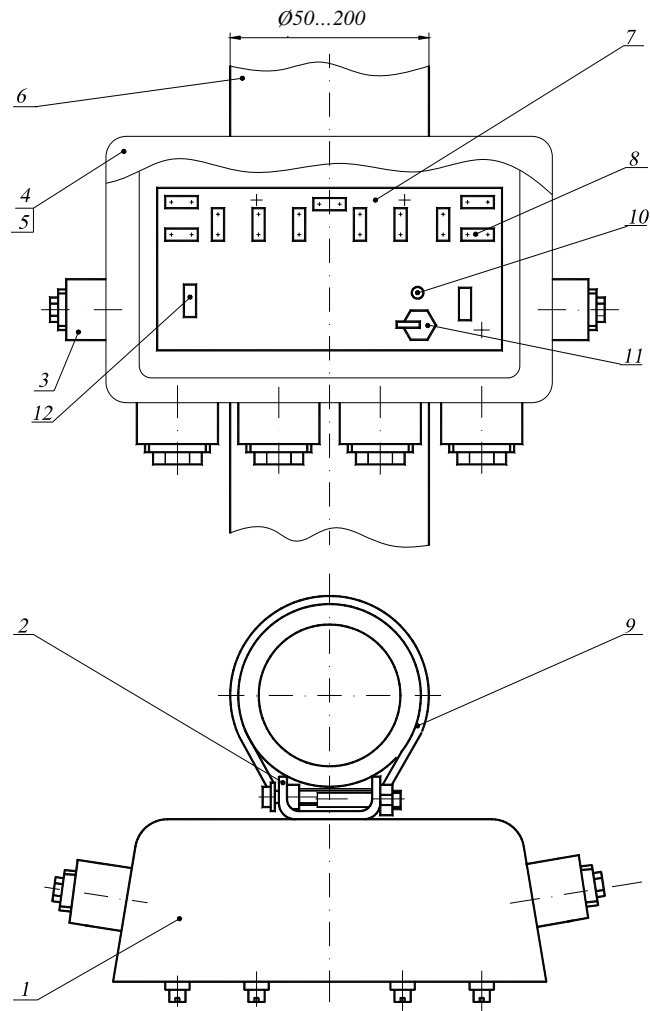

Рис.6.5
Снимите крышку 4, отвернув четыре винта 5 (см. рис.6.5).
Натяжение стяжки осуществляется с помощью торцевого ключа из комплекта инструментов и принадлежностей БП. Для уменьшения трудоемкости монтажных работ БП может быть установлен на опоре совместно с ПРМ (ПРД) одной стяжкой. Стяжка 9 (см. рис.6.5), входящая в состав КМЧ БП при этом не используется.
Продолжение рис.6.5
6.7. Конструкция блока питания «БПР» (см. рис.6.5).
Схемы транзитного подключения сетевого и резервного магистральных кабелей приведены на рис.8.5. БП устанавливается на круглой опоре (столбе) с помощью стяжки 9 (см. рис.6.5).